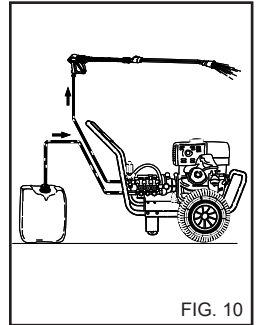

FIG. 10
1) Efter anvendelse med rengøringsmiddel skal opsugningskredsen (fig. 10) skylles. Sæt rengøringsmiddelopsugningsrøret i en dunk med rent vand, og sæt pumpen i drift i 1 minut, mens doseringshanen er helt åben, og dyserøret befinder sig i fasen for rengøringsmiddeludstrømning.
4) Efter anvendelse med rengøringsmiddel skal opsugningskredsen skylles, rengøringsmiddelopsugningsrøret (fig. 10) sættes i en dunk med rent vand og pumpen sættes i drift i 1 minut, mens dyserøret befinder sig i fasen rengøringsmiddeludstrømning.